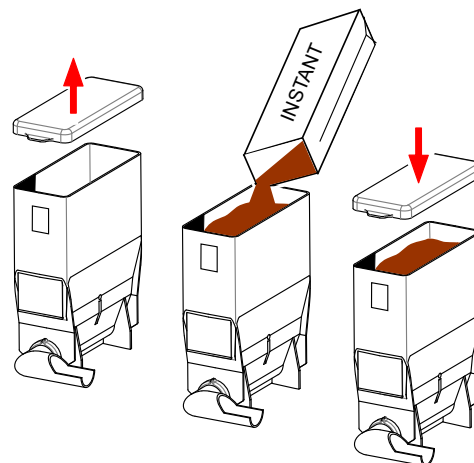

Fig. 26
2. Fyld beholderne med de passende produkter (fig. 26).